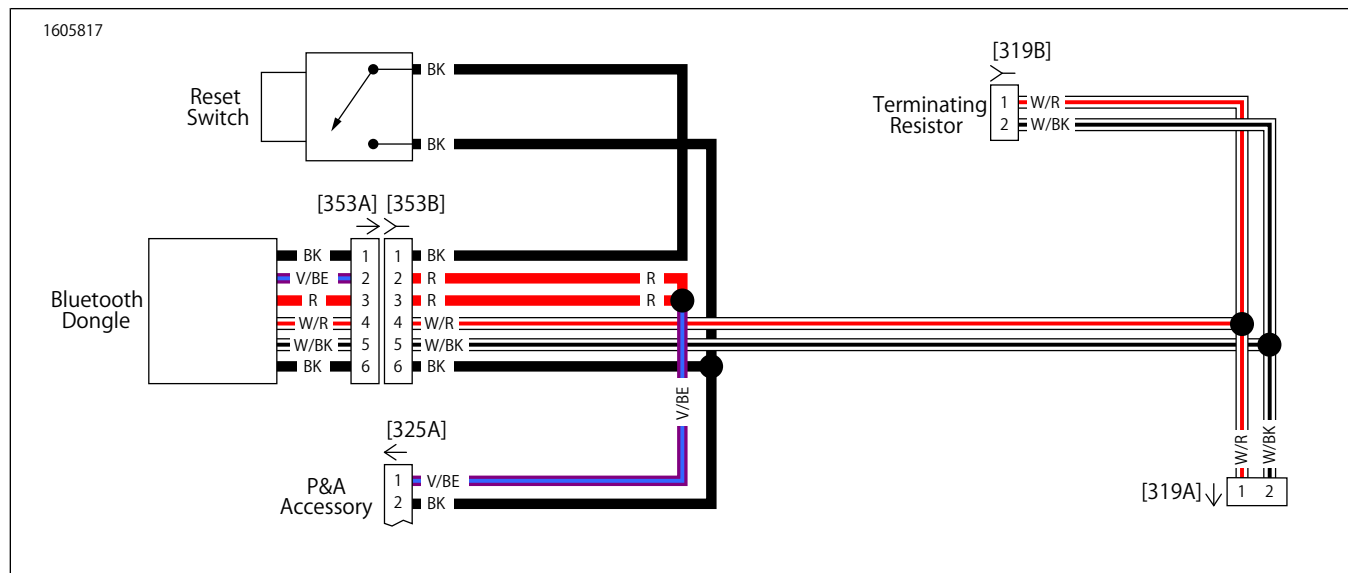

図16。Bluetoothドングルハーネス(2017年以降)(標準)
1. 図16を参照してください。Bluetooth Dongleハーネスを取り付けてルーティングします。
個人識別番号(PIN) (PIN) を忘れた場合、またはロックしてしまいリセットしなくてはいけない場合は、「ペアスイッチまたはリセットスイッチ」(図16、項目3を参照)を3秒間押し、PINをリセットします。H-DオーディオアプリのBluetooth Dongleに再接続し、新しいPINを設定します。